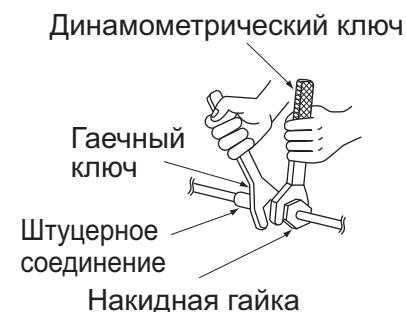

Рис. 12
- При присоединении труб к блоку и/или отсоединении от него проследите за совместным использованием обычного гаечного ключа и гаечного ключа с ограничением по крутящему моменту, как показано на рисунке. (См. рис. 12)